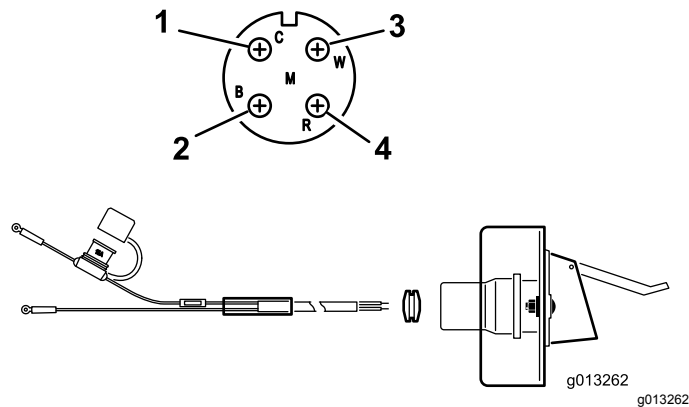

Figure 9
2. Acheminez et fixez le câblage entre la batterie et le support de la prise électrique (Figure 9).
- 3. Passez le câblage dans le support de la prise et enfitez le passe-câble en caoutchouc noir sur le câblage (Figure 9).